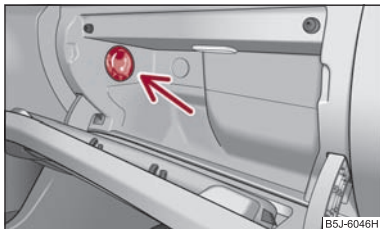

Abb. 78 Ablagefach: Bedienung der Kühlung
- Mit dem Drehschalter ⇒ Abb. 78 schalten Sie die Kühlung ein bzw. aus.